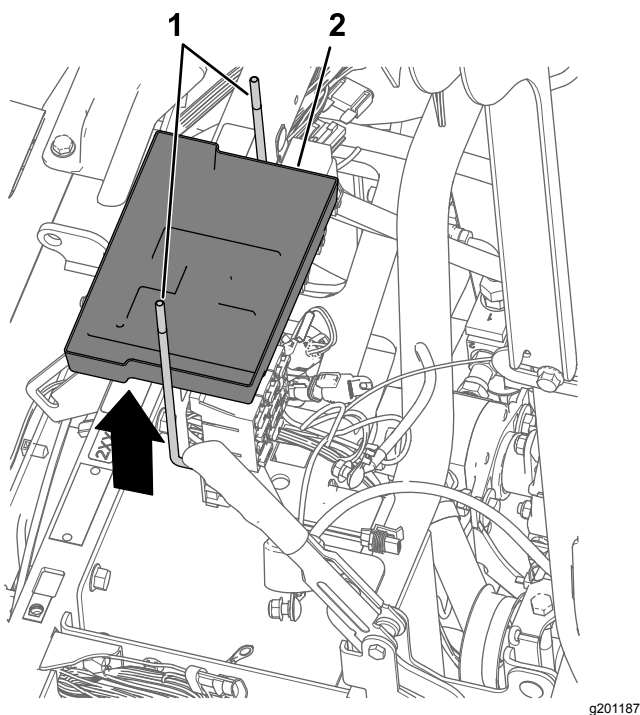

Figura 170
5. Rimuovete i 2 bulloni a J e il vassoio della batteria dalla staffa della batteria (Figura 170).